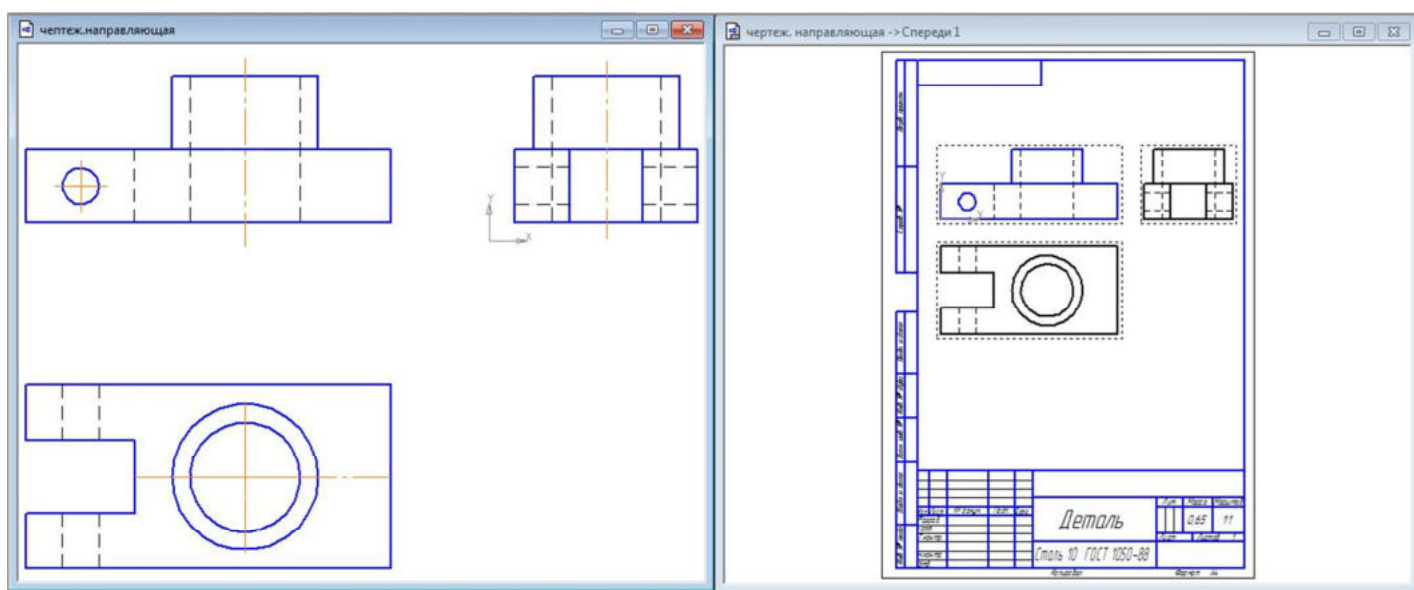

Рис. 23
- Активизируя каждое окно, выполните команду – **Показать все** (рис. 23). Сравните полученные изображения.